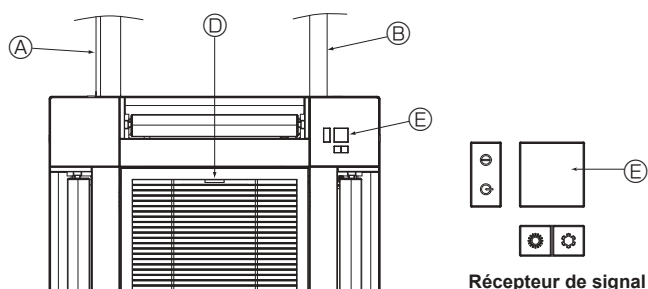

Fig. 10-17
10.6. Installation de la grille d'aspiration (Fig. 10-17)
④ Tuyau de réfrigérant de l'appareil principal
⑤ Tuyau d'écoulement de l'appareil principal
⑥ Panneau d'angle
⑦ Position initiale des leviers de la grille d'aspiration à la sortie d'usine.
⑧ Récepteur